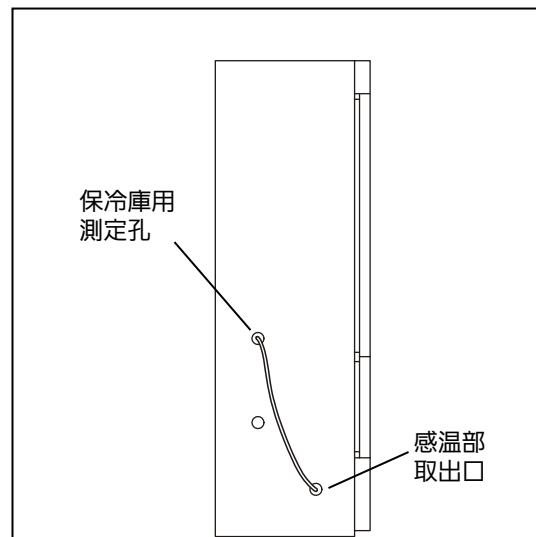

図 4
4. 保冷庫の左側面の測定孔のゴムキャップ（外側および内側）を外し、中の断熱材を取り出してください。その測定孔を通して自記温度記録計の感温部を保冷庫内に通してください [図 4]。通したら、測定孔に断熱材を戻し、ゴムキャップでふたをしてください（外側および内側）。感温部取出口もゴムキャップでふたをしてください（外側のみ）。